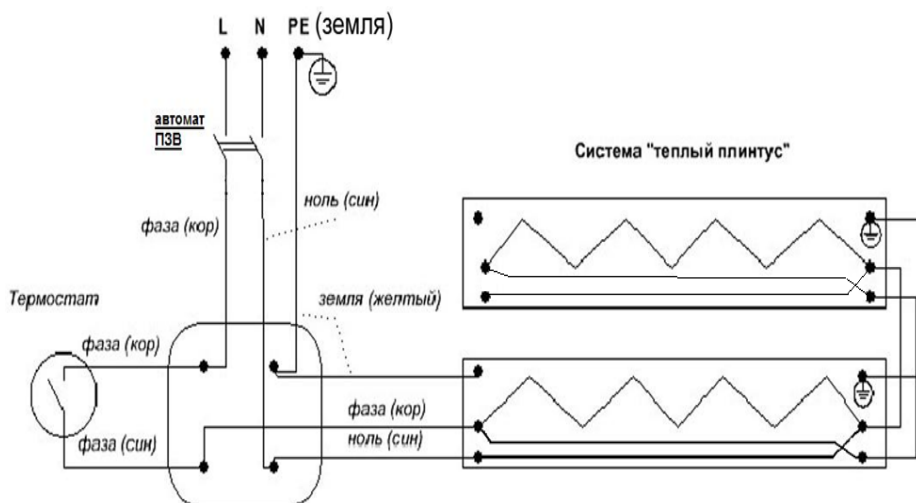

Рис.3.2.
3.2. Схема расключения распределительной коробки приведена на рис. 3.2.